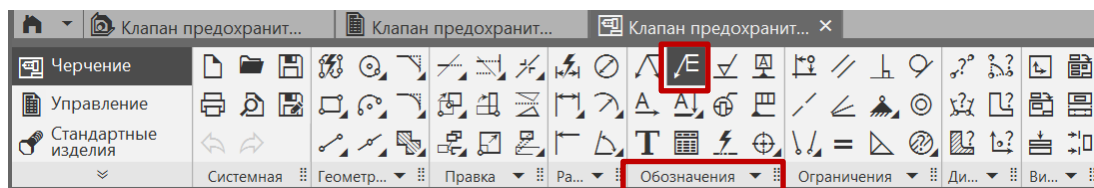

Рис. 29 Команда «Обозначение позиций»
- **Черчение – Обозначения – Обозначение позиций** (рис. 29):